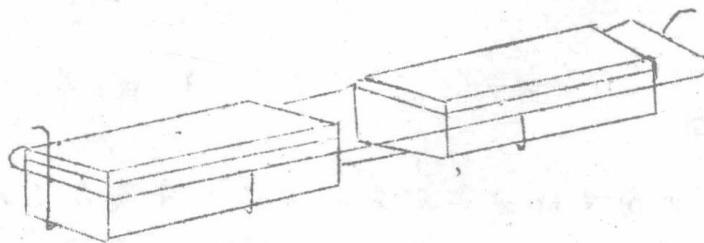

图 5 铝盒及铁架
⑦ 饭盒和支架：支架可用 $3 \sim 3.5$ 毫米直径的铁丝弯成饭盒架，饭盒用铝制最好（市场均有出售）。不宜用特大号的，久了熟食物寄时间长。（见图 5）如无饭盒可用竹、或铁条编成屛子放在支架内，用耐高温无毒塑料膜把食物包起来。